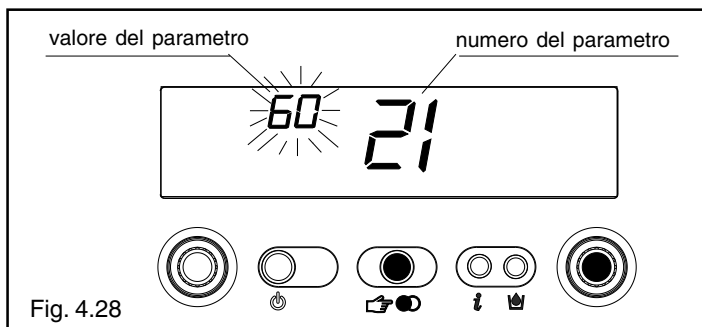

Fig. 4.28
- Alla pressione del tasto ENTER lampeggia il valore precedentemente impostato (fig. 4.28)